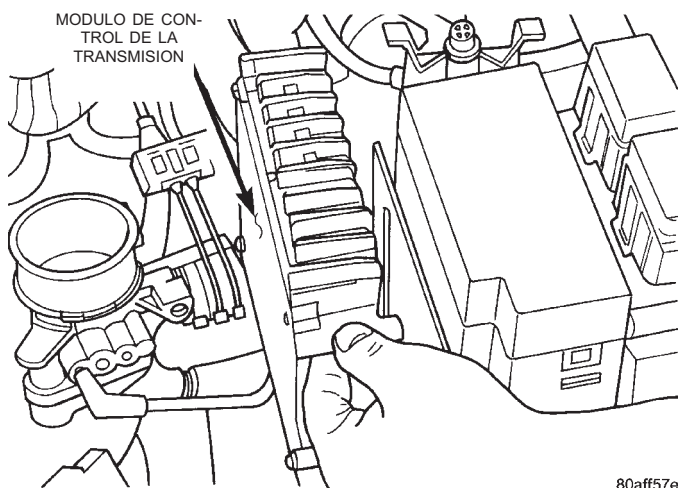

Fig. 40 Módulo de control de la transmisión
- (1) Desconecte el cable negativo de la batería de la torre del montante izquierdo.
- (2) Retire las abrazaderas del depurador de aire y el depurador de aire.
- (3) Retire el conector de 60 vías del TCM.
- (4) Retire los tres tornillos de instalación.
- (5) Retire el TCM (Fig. 40).